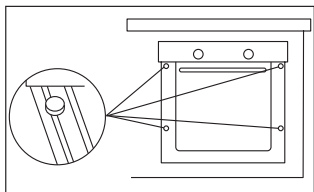

Fig. 3
3. Centre el horno en el gabinete (nicho) antes del empotramiento final. Empotre el horno en el gabinete (nicho) usando los tornillos provistos (Fig. 3).